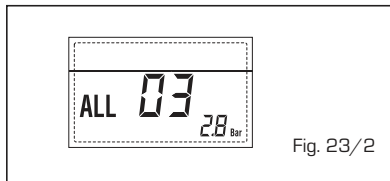

Fig. 23/2
- ANOMALÍA SONDA IDA CALEFACCIÓN "ALL 05" (fig. 23/4)